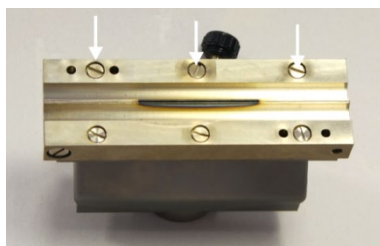

Fig. 47 Tornillos en la mordaza frontal
1. Desatornille los tornillos de la mordaza frontal del mechero (flechas en Fig. 47).